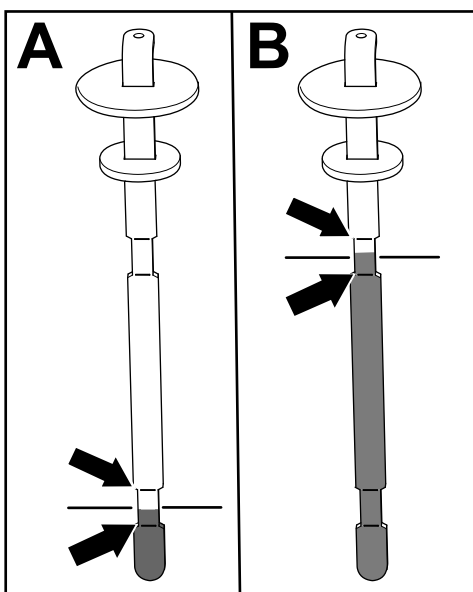

Figura 85
5. Retire la varilla y compruebe el nivel de fluido (Figura 85).
- Si tiene una unidad de corte equipada: el nivel de fluido hidráulico está en el nivel apropiado cuando el fluido aparece entre las dos marcas inferiores de la varilla (A en la Figura 85). También es aceptable que el nivel de fluido esté por encima de las marcas inferiores.
- Si tiene instalado el kit de Mangueras para accesorios de accionamiento hidráulico: el nivel de fluido hidráulico está en el nivel correcto cuando el fluido aparece entre las dos marcas superiores de la varilla (B en la Figura 85).